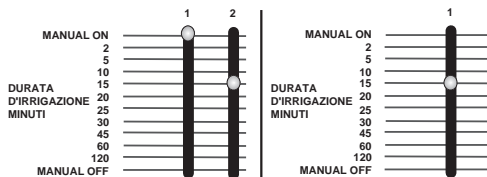

ABB. 14: Manuelle Bewässerung durch Station 1 mit Hilfe des Schiebeschalters
- Schieben Sie den Bewässerungsdauer-Schalter zuerst in die Position **MANUAL ON** (Manuell Ein) (ganz nach oben) und dann zurück in eine beliebige Zeitdauerposition. Wenn Sie z. B. wollen, daß eine bestimmte Station 15 Minuten lang sprenzt, schieben Sie den Schalter in die Position **MANUAL ON** (Manuell Ein) und dann zurück in die 15-Minuten-Position [siehe Abb. 14].